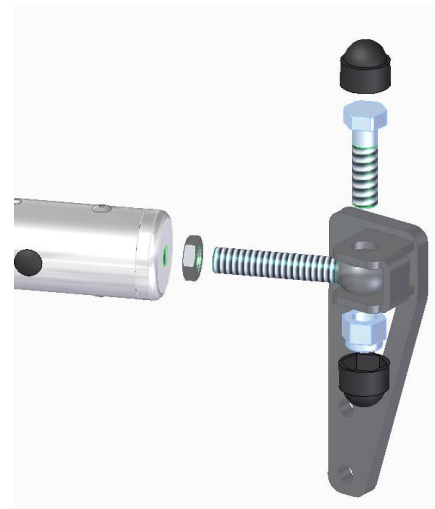

Abbildung 4
Dann kann der Fahrradträger mit Hilfe der montierten Augenschrauben, Sechskantschrauben M12x40 (16) und Sechskantmutter M12 (19) an die, ans Fahrzeug montierte, Halterungen befestigt werden (Abb. 4). Nachdem der Fahrradträger auf der Beifahrerseite mit dem Fahrzeug fest verschraubt wurde, kann er an die Fahrzeugrückwand geklappt werden. Jetzt müssen auch auf der Fahrerseite die Augenschrauben mit flacher Sechskantmutter M12 auf den Fahrradträger geschraubt und der gewünschte Abstand zu den Halterungen eingestellt werden. Achten Sie auf die mittige/symmetrische Ausrichtung des Trägers zum Fahrzeug!